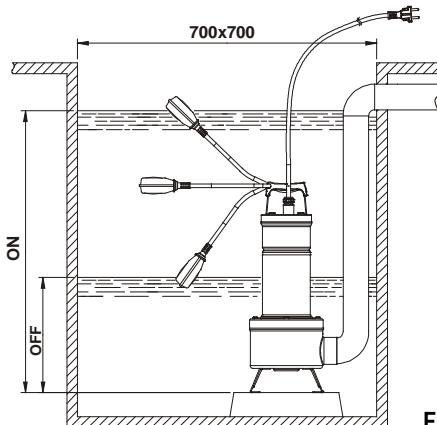

Fig.1
- 4.1 Om det är mycket smutsigt på brunnens botten där pumpen ska installeras bör pumpen placeras på ett stöd för att undvika igensättning (**Fig.1**)
- 4.4 För versionen som är utrustad med flottörbrytare ska du kontrollera att flottören kan röra sig fritt (se avsnitt "INSTÄLLNING AV FLOTTÖRBRYTARE"). Min. mått på brunnen där pumpen ska installeras anges i **Fig.1**. Brunnen måste alltid dimensioneras i förhållande till mängd inloppsvatten och pumpens kapacitet, så att motorn inte måste starta ett överdrivet antal gånger.